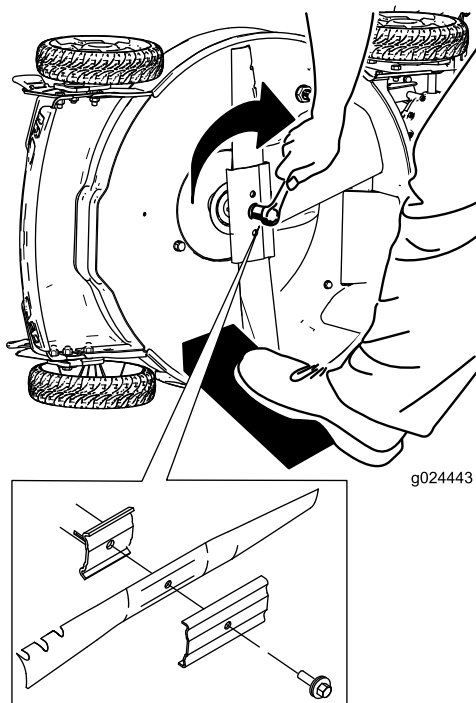

Figure 32
5. Montez la lame neuve en tournant le boulon dans le sens horaire (Figure 32).